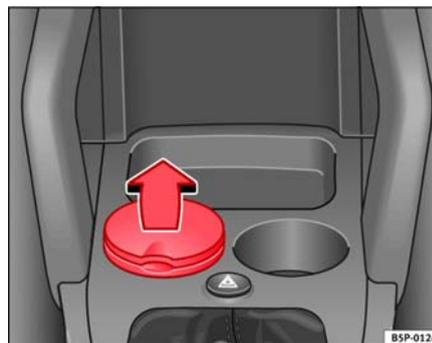

Fig. 114 Cenicero alojado en portavasos delantero
- Para abrir el cenicero, levante la tapa ⇒ fig. 114